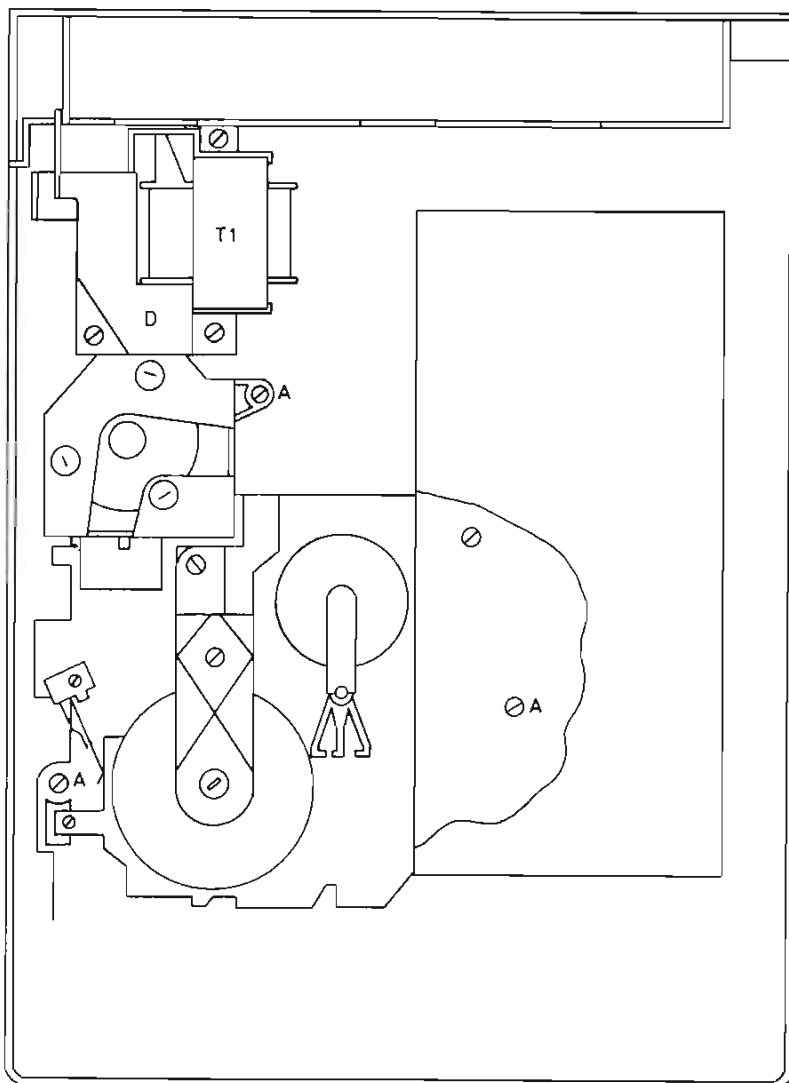

Fig. 1
- Quando le viti di fissaggio A (Fig. 1) sono tolte, il meccanismo così come la piastra stampata potranno essere tolti.